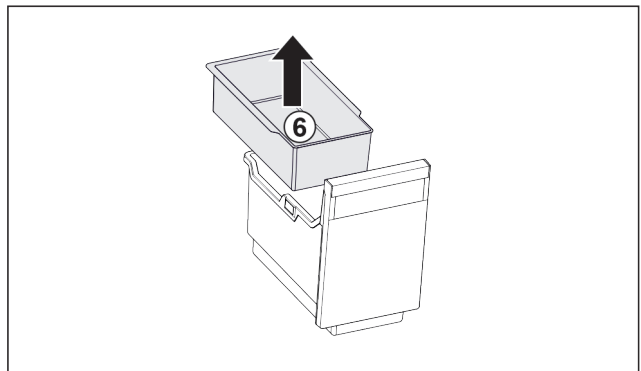

Fig. 105
- ▶ Retirar la bandeja suspendida Fig. 105 (6).